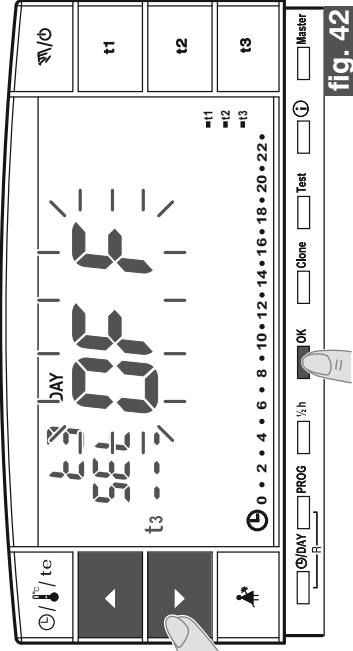

fig. 42
- Con las teclas   cambiar el estado de funcionamiento (fig. 42).